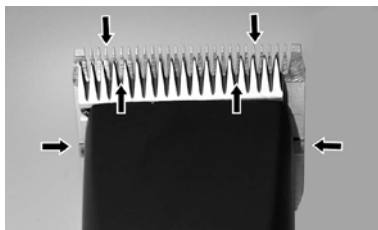

Fig. 22
För att uppnå ett bra klippresultat och för att öka klipprens och klipphuvudets livslängd måste du lägga på en tunn oljefilm mellan över- och underskåret (Fig. 22).
- ▶ Smörj skären tillräckligt mycket under klippningen (minst var femtonde minut), så att de inte torkar (Fig. 22).
Skären måste smörjas före, under och efter varje användning. När klipprens skär lämnar ränder eller går med lägre hastighet är det ett tecken på att det behövs olja. Lägg några droppar olja fram på och tvärs över klippsskären (se pilarna i Fig. 22). Torka bort överskottsolja med en mjuk, torr trasa. Smörjsprayer innehåller inte tillräckligt mycket olja för att smörjningen ska bli bra, men kyler skären. Byt omedelbart skadade eller slöa skär för att undvika skador.